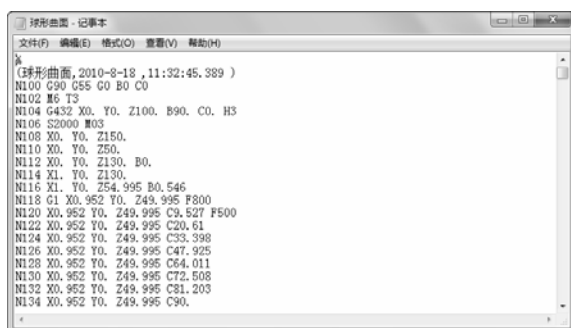

图 5-35 生成的 G 代码
3) 单击“生成后置代码”对话框的“确定”按钮后，按系统提示分别拾取粗加工轨迹，单击鼠标右键确定，系统自动弹出数控程序，如图 5-35 所示。